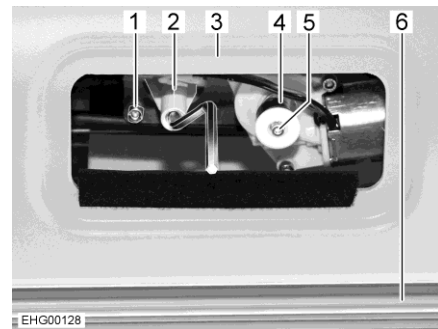

Bild 47 Zugang zum Motor
- Abnehmbare Blende über der Frontscheibenverkleidung (Bild 47,3) abnehmen. Der Motor (Bild 47,1) ist zugänglich.
- Kunststoffhülse (Bild 47,4) entfernen.
- Weißen Sicherungsknopf (Bild 47,5) drücken und gedrückt halten.
- Kurbel an Kurbelaufnahme (Bild 47,2) aufsetzen.
- faltverdunklung (Bild 47,6) mit der Kurbel nach oben oder nach unten bewegen.
- Wenn beide Griffleisten aus dem Sichtbereich herausbewegt sind: Sicherungsknopf (Bild 47,5) wieder herausziehen.